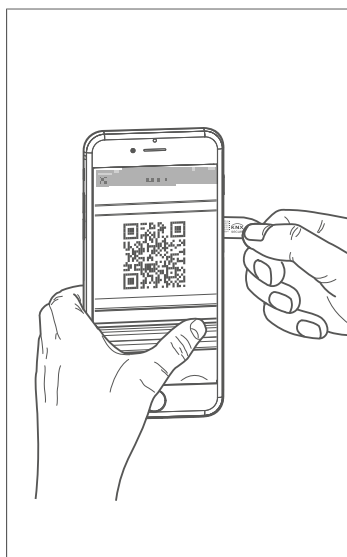
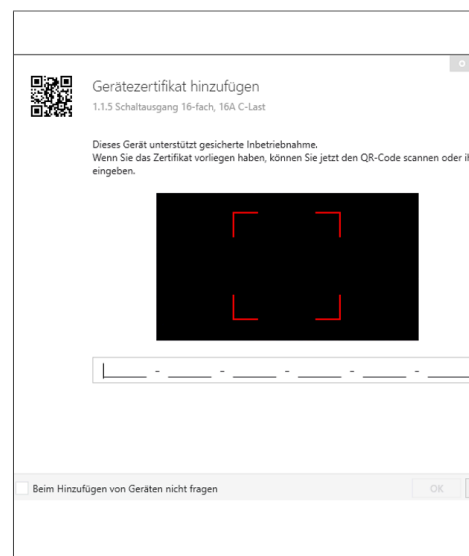

Fig. 6: Scansionare il codice QR
Fig. 7: Inserire il codice QR manualmente
- 2 Inserire il codice secure del dispositivo (codice QR) (Fig. 7), scansionarlo (Fig. 6) oppure aggiungerlo al progetto in ETS.